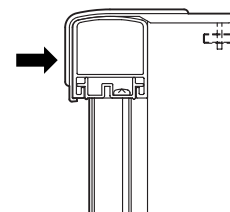

図3-6
- ❸ 上ブラケットの矢印の部分を押さえて④-①をしっかり締めてください。(図3-6参照)